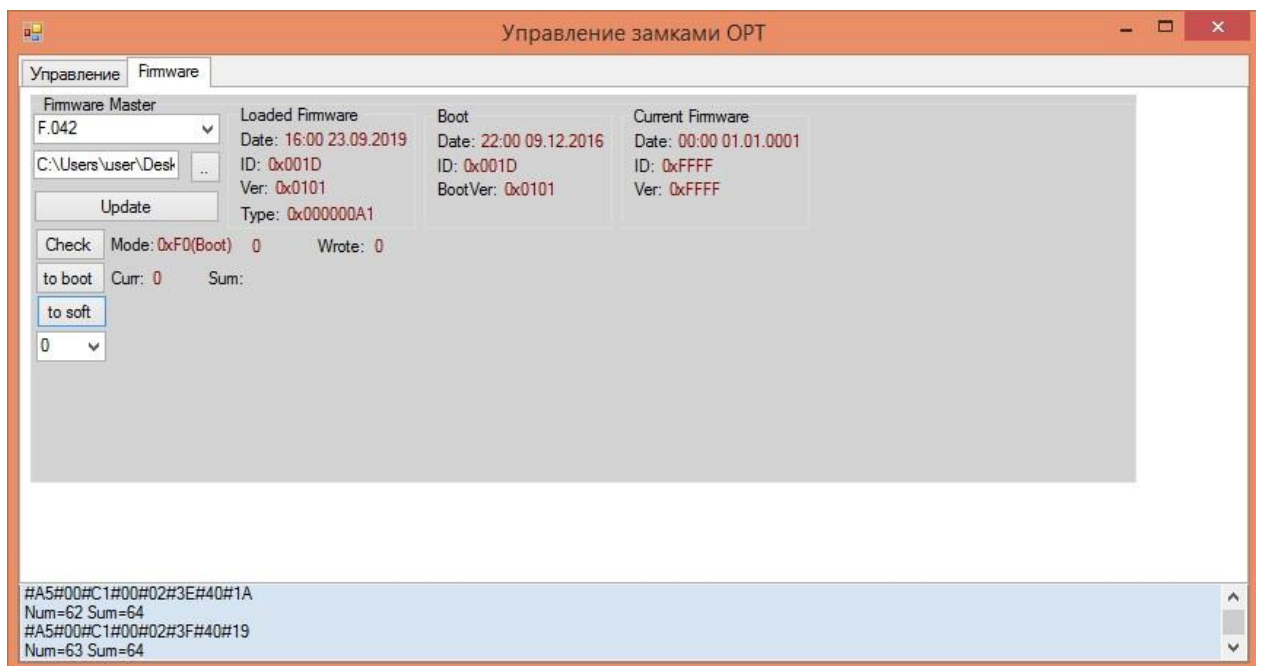

Рисунок 9
- 8) Переходим на вкладку «Firmware» (рисунок 9). Нажимаем кнопки «Check», «to boot» и в поле «Firmware Master» выбираем файл прошивки (нажав на 2 точки) Firmware.cod. Затем нажимаем Update.